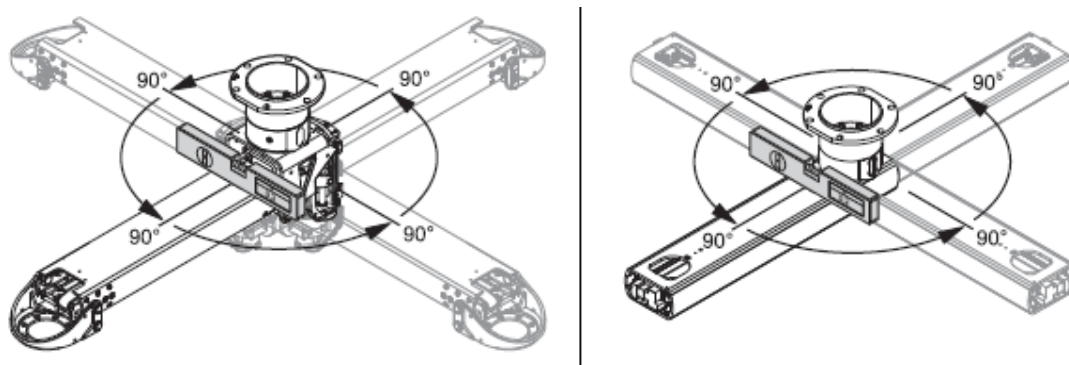

Fig. 36 Comprobación de la alineación horizontal de los brazos
- Verifique la alineación horizontal de los brazos de extensión. Coloque el nivel de burbuja digital en ángulo recto con la dirección del brazo (cerca de la brida ③). Gire el brazo de 90 grados en varias direcciones y verifique la alineación horizontal. Véase Fig. 36.